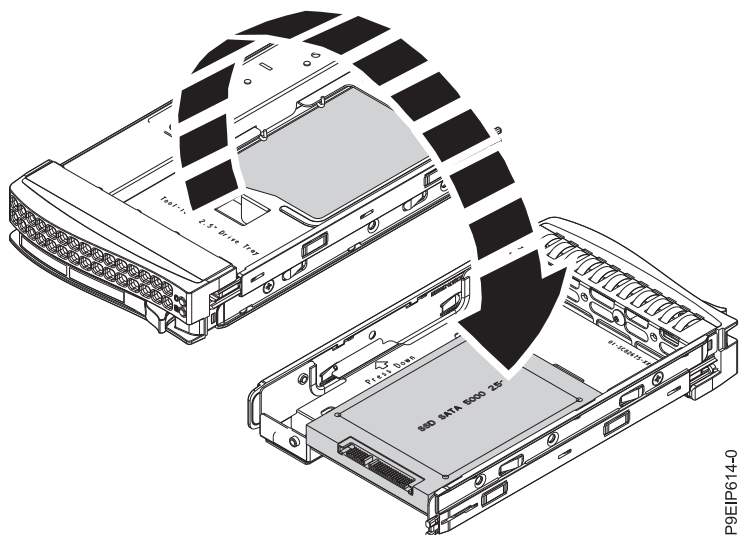

Figura 13. Virando a bandeja de 2,5 polegadas de cabeça para baixo
- a. Vire a bandeja de cabeça para baixo conforme mostrado na Figura 13 na página 14.